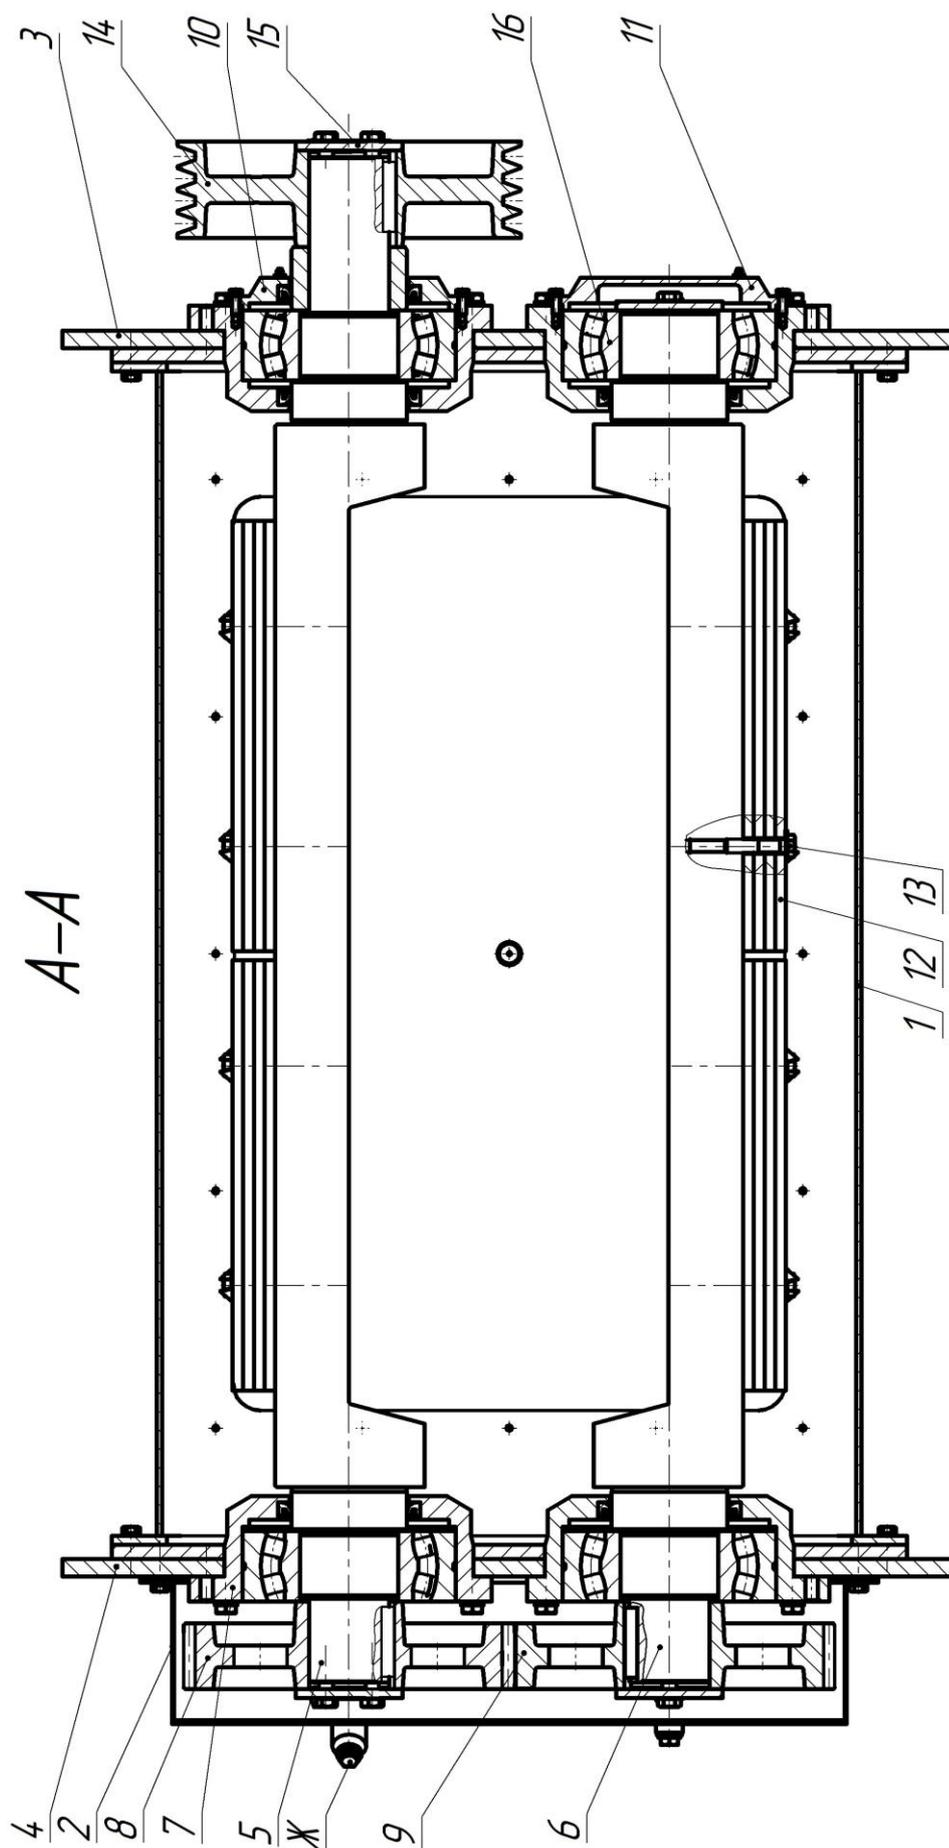

Рис. 5. Виброузел.
3. Расконтрить болты поз.13 крепления регулировочных пластин (рис. 5) на дебалансах поз.5,6 и отвернув их, изменить количество регулировочных
- 2) Закрыть сливную пробку и через заливочную пробку "Ж" (см. рис. 5) залить в кожух шестерен поз.2 керосин или дизельное топливо (3-4 литра).
- 5) Снять кожух шестерен поз.2, (см. рис. 5);